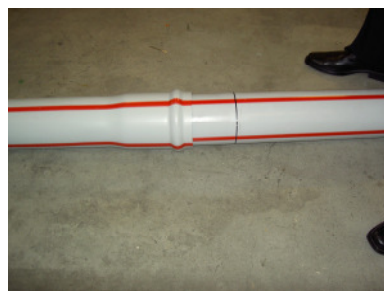

Bild 2
- Spitzende in die Muffe einführen (Bild 2)